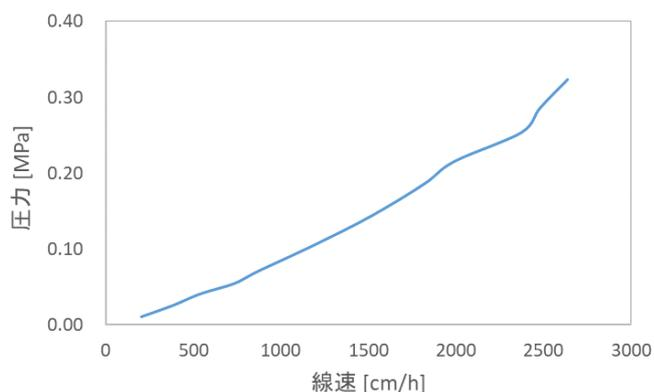

图3 Cellufine MAX Butyl HS 的流速特性
Cellufine MAX Butyl HS 能够在高流速条件下使用。对生物医药制造商来说，这是必不可少的特征。（图 3）显示了 Cellufine MAX Butyl(S) 的流速特性。虽然是高流速，仍然能够在低压下操作。由于这一特征，其具备了可以在实际制造过程中操作的流速特性。